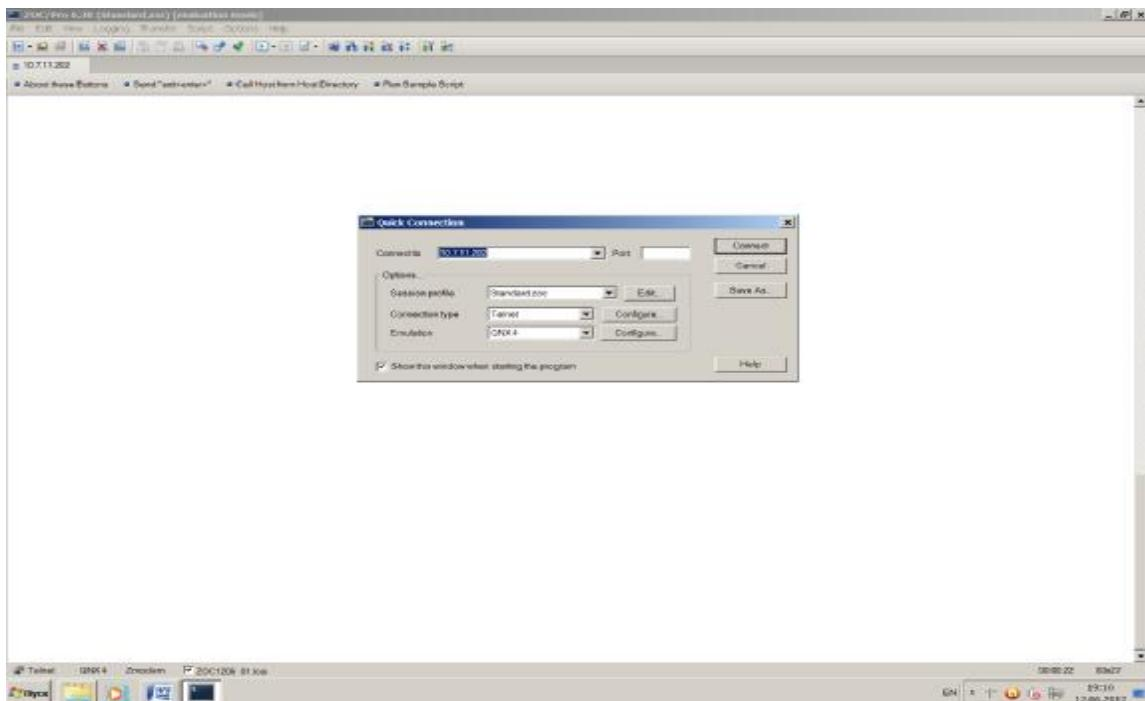

Рисунок 1
6.3.4. В ответ на приглашение встроенного программного обеспечения ввести (рисунок 1):